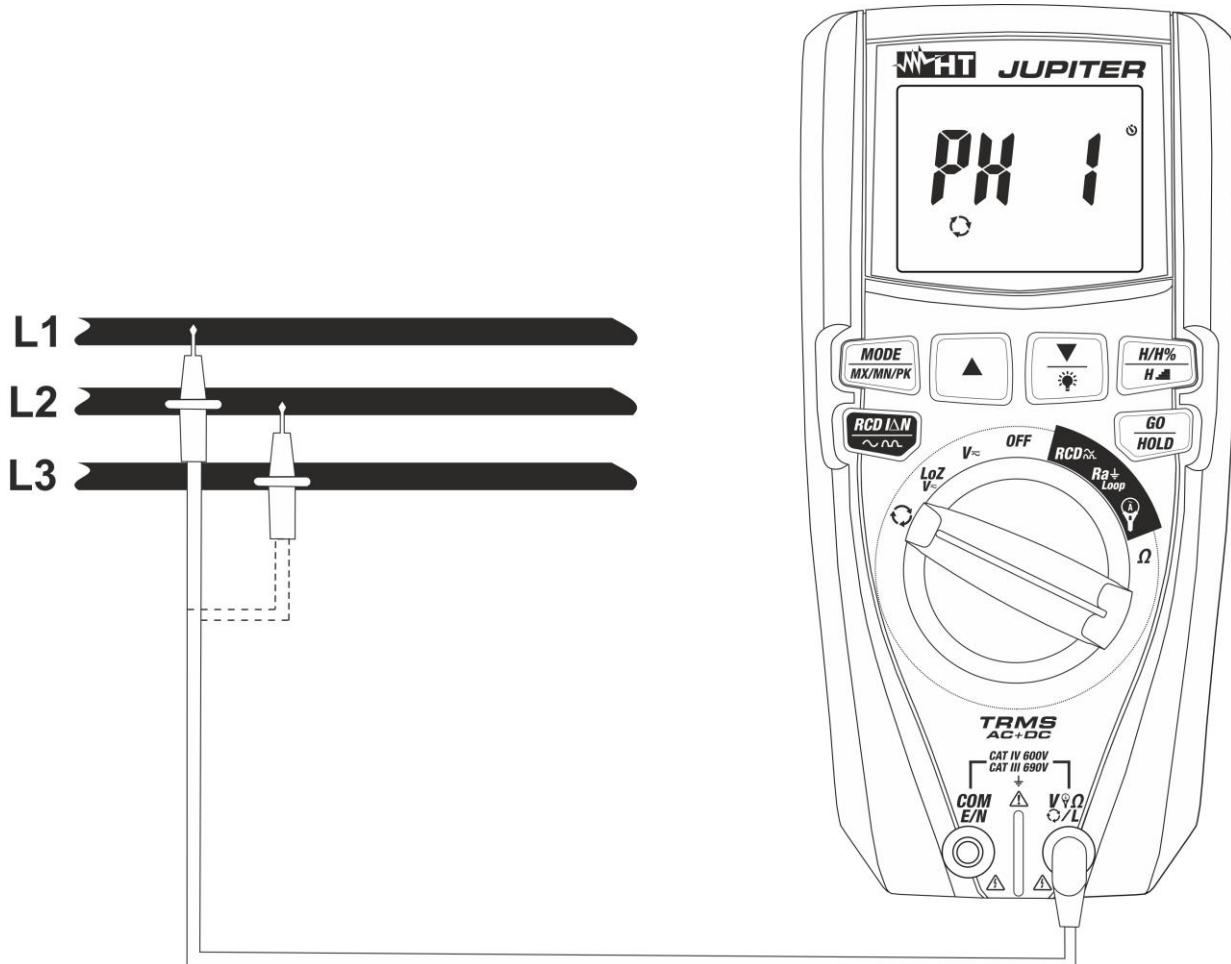
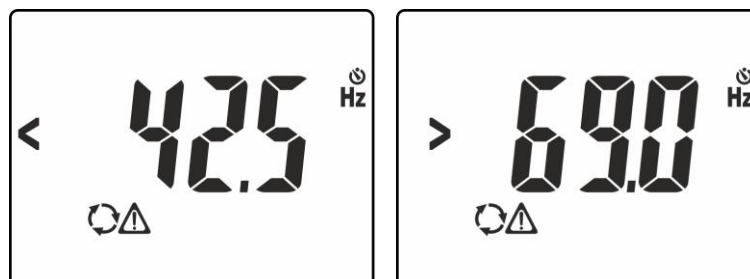
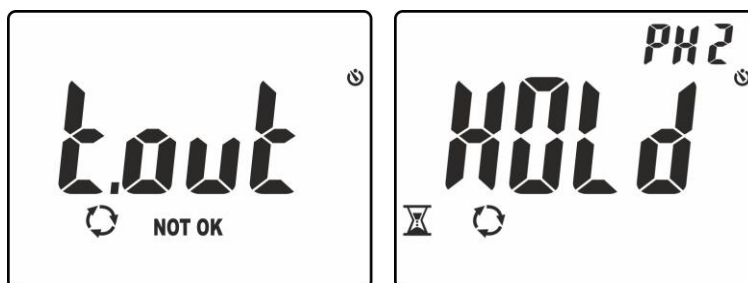

Fig. 12: Uso dello strumento per test di senso ciclico e concordanza delle fasi
Fig. 13: Segnalazione di tensione con frequenza errata
Fig. 15: Riconoscimento fase L1 e attesa per fase L2
- Posizionare il puntale rosso sulla fase **L1** del sistema trifase in esame (vedere Fig. 12). I seguenti messaggi possono essere mostrati a display (vedere Fig. 13) a identificare la presenza di un segnale di tensione con frequenza esterna all'intervallo **42.5Hz ÷ 69Hz**. In tali condizioni lo strumento non esegue il test
6. Posizionare il puntale rosso sulla fase **L2** del sistema trifase in esame (vedere Fig. 12). Nel caso in cui il passaggio tra la fase L1 e la fase L2 avvenga in un tempo maggiore di **10s** lo strumento mostra il messaggio **"t.out"** a display (vedere Fig. 15 – parte sinistra) In condizioni corrette di tensione e frequenza, lo strumento mostra il messaggio **"HOLD"**, i simboli  e **"PH2"** ed emette un suono continuo in attesa del riconoscimento di un valore stabile di tensione sulla fase L2 (vedere Fig. 15 – parte destra)